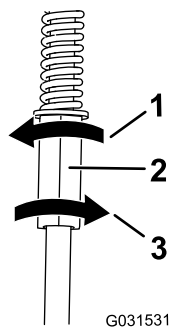

Bild 51
4. Drehen Sie die linke Schaltstange um Viertelumdrehungen, bis die Spur der Maschine gerade ist (Bild 51).